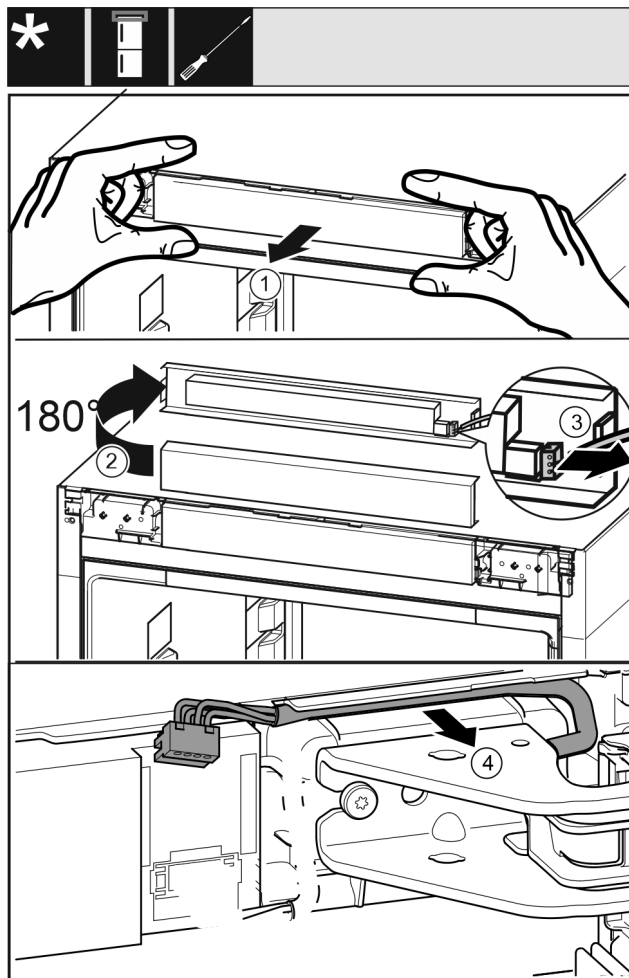

Fig. 8
- Panel Fig. 8 (1) opatrně povolte směrem dopředu.
- Panel Fig. 8 (2) otočte o 180° nahoru.
- Západku Fig. 8 (3) zatlačte dozadu a opatrně vytáhněte zástrčku.
- Kabel Fig. 8 (4) nad stojanem ložiska opatrně uvolněte z vedení.